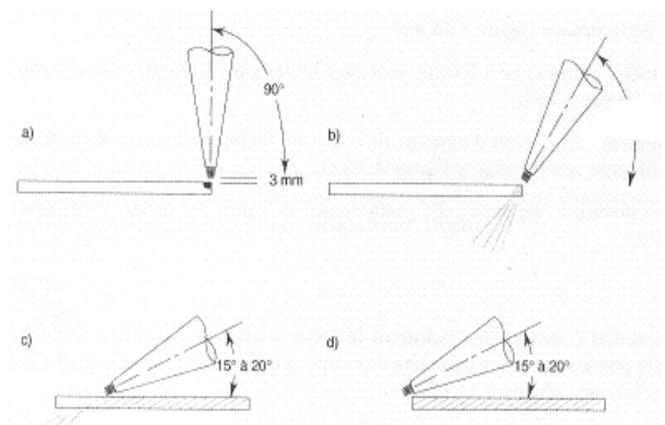

Figure.4.7
3. Maintenir le levier d'oxygène de coupe à fond et déplacer le chalumeau dans la direction de la coupe (Figure.4.7).